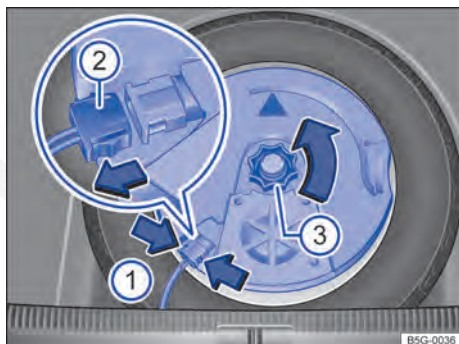

Fig. 217 No compartimento de bagagem: desinstalar subwoofer (variante 1).
- Para destravar o conector ⇒ Fig. 217 ②, comprimir as linguetas ⇒ Fig. 217 (setas ①).
- Puxar o conector ② e colocar de lado o cabo elétrico removido.
- Desparafusar o manípulo ③ no sentido da seta.
- Inserir o conector ⇒ Fig. 217 ② até que ele se trave de maneira audível.
- Girar o manípulo ③ no pino rosqueável no sentido contrário da seta até que o subwoofer fique preso com segurança.